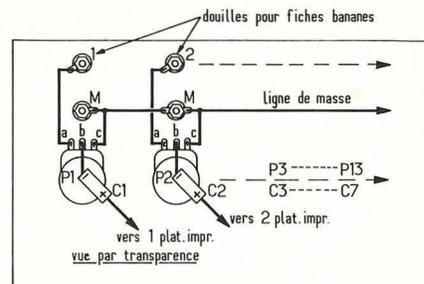

Figure 8
2° Sur la platine verticale (panneau avant), on montera au-dessous de chaque entrée (1), (2)... (7), le potentiomètre correspondant, de  $1 \text{ k}\Omega$ , comme on le montre à la figure 8 pour des potentiomètres à déplacement circulaire.